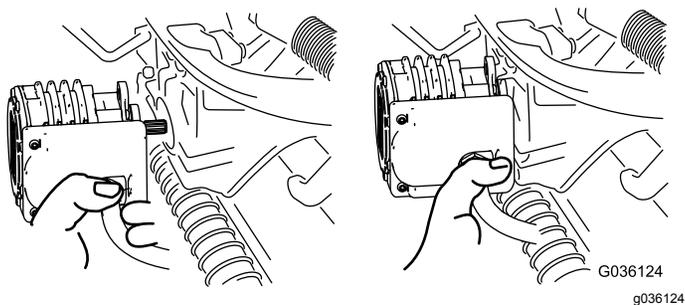

Рисунок 55
4. Переместите электродвигатель на место хранения на передней стороне рычага подвески (Рисунок 55).